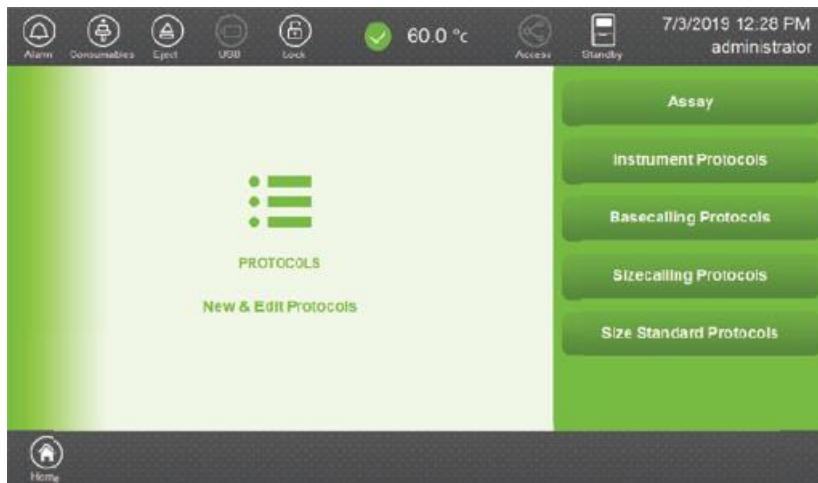
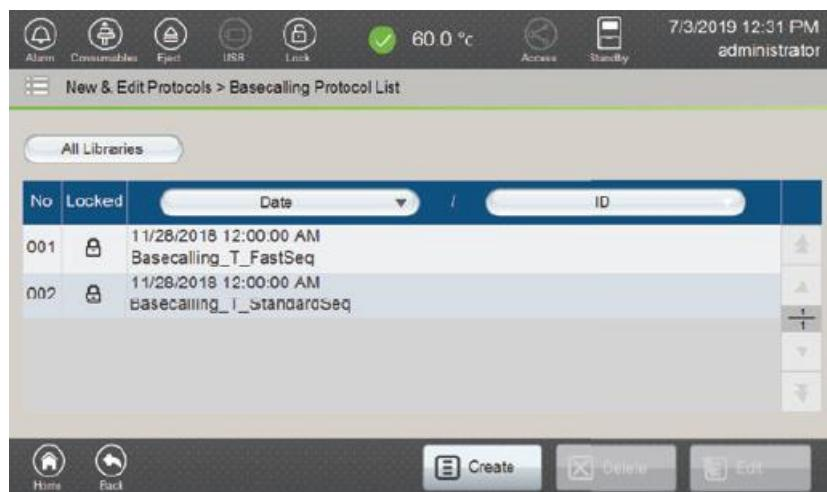

図 117 New & Edit Protocols 画面
図 120 Basecalling Protocol List 画面
Main Manu 画面（図 9）の **New & Edit Protocols** を選択し、New & Edit Protocols 画面にアクセスしてください。（図 117）
1. New & Edit Protocols 画面（図 117）の **Instrument Protocol** を選択し、Instrument Protocol List 画面（図 118）を開いてください。
1. New & Edit Protocols 画面（図 117）の **Basecalling Protocol** を選択し、Basecalling Protocol List 画面（図 120）を開いてください。
1. New & Edit Protocols 画面の **Sizecalling Protocols** (図 117) を選択し、Sizecalling Protocol List 画面を開きます。(図 127)